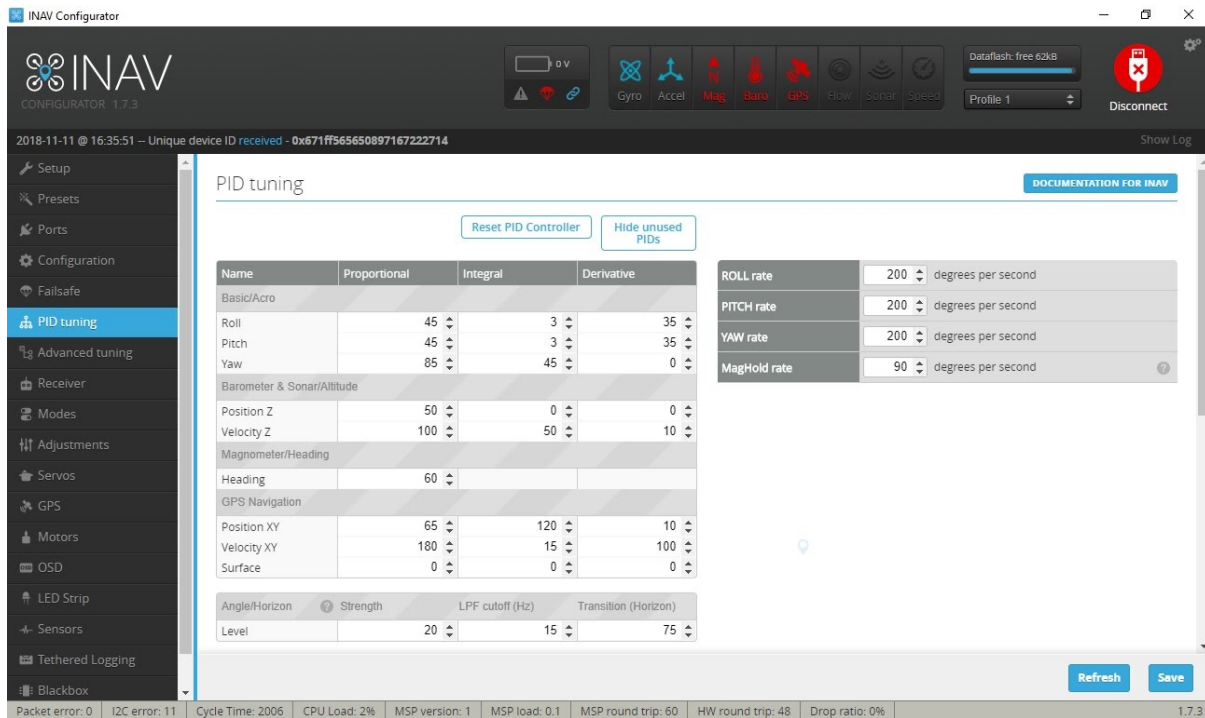

Рис. 8. Установка параметрів PID регулятора
5. Виконується вхід у вкладку PID tuning і встановлюються PID-и відповідно до рис. 8. А у вкладці Advanced tuning і встановлюються параметри відповідно до джерела [8].